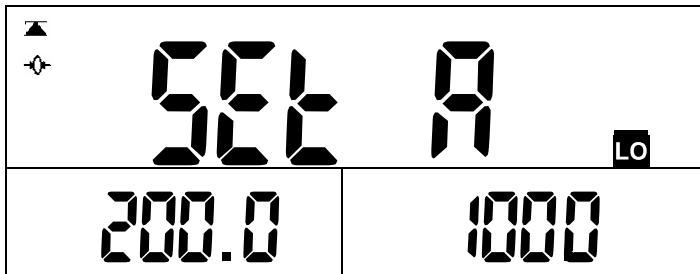

图 19
- ③按**警示预设**键或**确认**键，输入预设下限值（下限值只有在设有上限值时才有效）。（图 19）